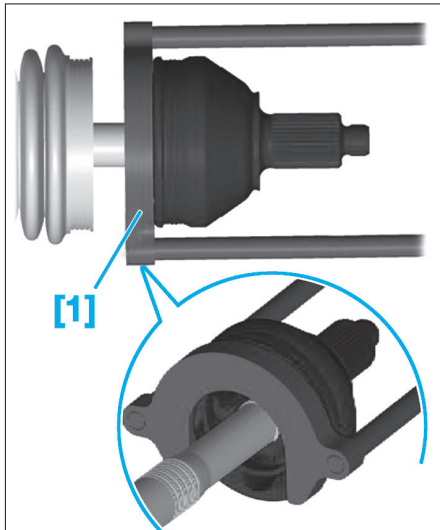

Fig. 5
- A l'aide de l'outil [1] et de l'extracteur à inertie [2] déboîter de l'arbre de transmission le joint homocinétique (Fig.5).